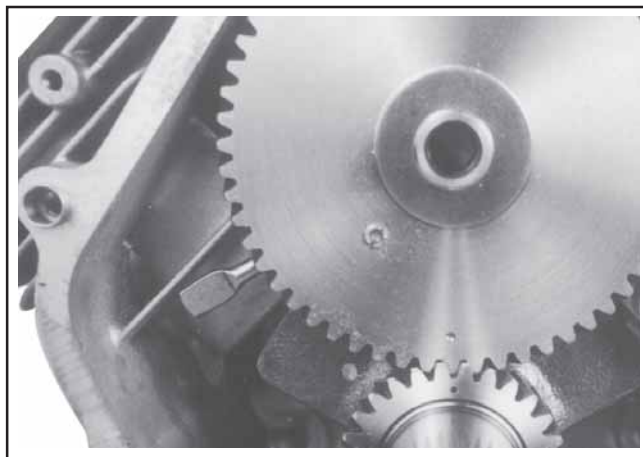

Figura 11-13. Allineamento dei segni di fasatura su albero a camme ed albero motore.
3. Girare l'albero trasversale del regolatore in senso orario finché l'estremità inferiore (piatta) non si trova contro il fondo del cilindro. Accertarsi che l'albero trasversale resti in questa posizione durante l'installazione dell'albero a camme. Vedere Figura 11-13.
4. Inserire l'albero a camme sulla superficie del cuscinetto del carter, portando il segno di fasatura dell'ingranaggio dell'albero a camme in posizione ore 6. Accertarsi che i segni di fasatura sugli ingranaggi di albero a camme ed albero motore siano allineati. Vedere Figura 11-13.
4. Accertarsi che l'estremità dell'albero trasversale del regolatore si trovi contro il fondo del cilindro 2 all'interno del carter. Vedere Figura 11-13.